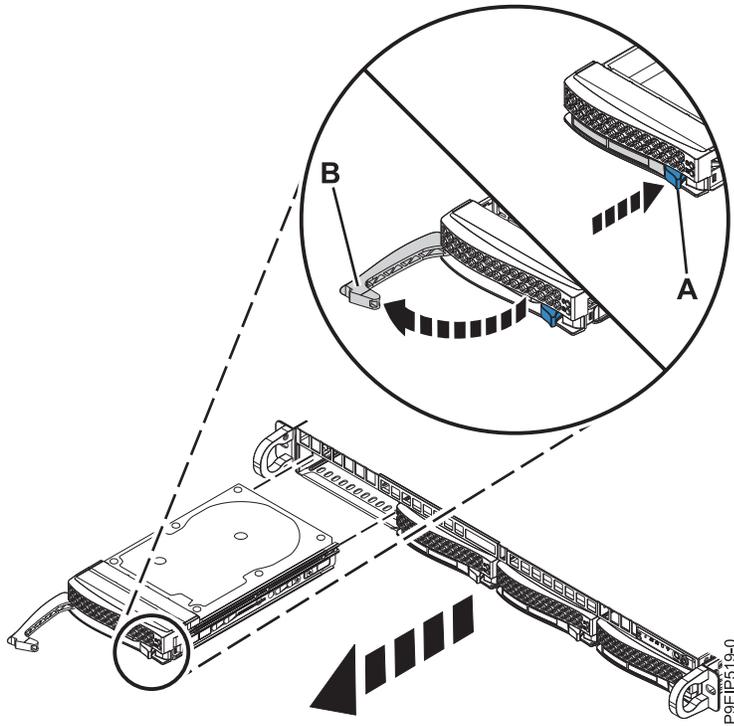

図 1. 前面ドライブの取り外し
3. ハンドル・リリース **(A)** を押し込んで、ドライブ・ベイ・ハンドル **(B)** をアンロックします (5 ページの図 1 を参照)。ハンドル **(B)** が、カチッと音がして手前に開きます。ハンドルが完全に開いていないと、ドライブをシステムから取り出すことができません。